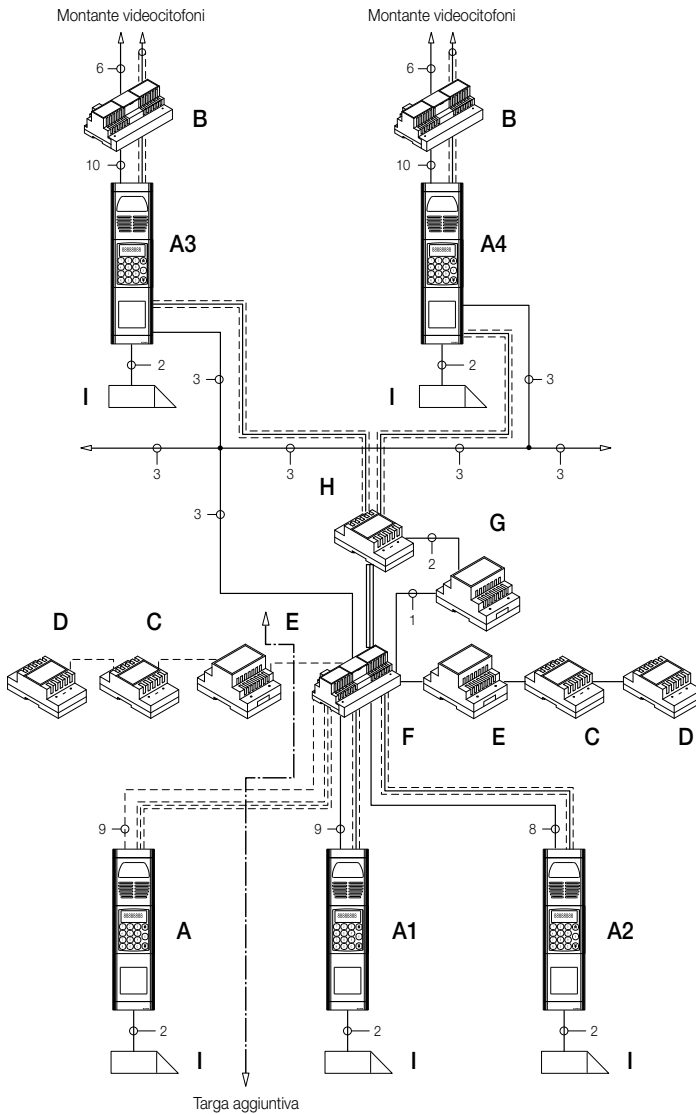

Figura 20 - Posto esterno multiplo e Targhe piè scala.
Negli schemi unifilari di figura 20 si nota la presenza di un singolo alimentatore da montante (B) negli impianti che utilizzano il singolo posto esterno (A), mentre nel caso in cui coesistano più sorgenti esterne di segnale audio-video (posti esterni con telecamera e fonia) è necessario inserire ulteriori moduli supplementari:
- relè di commutazione video (D);
- alimentatori supplementari (F);
- distributori video (H)